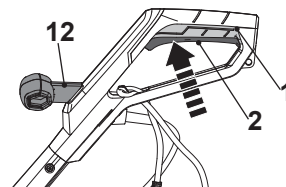

Fig. 7
1. Segure o produto com uma mão no punho auxiliar (12) e com a outra no punho principal (1).
2. Aperte o interruptor para ligar/desligar (2) para ligar o produto (Fig. 7).
3. Solte o interruptor para ligar/desligar (2) para desligar o produto.